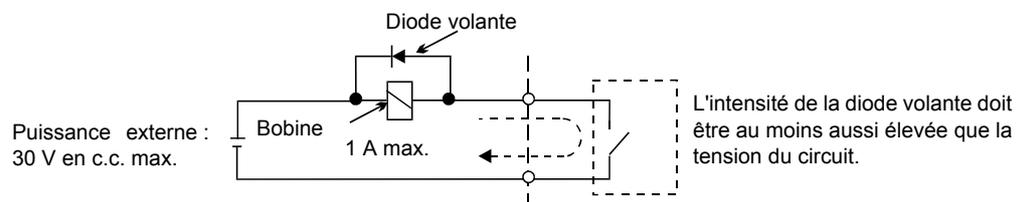

Fig. 2.12 Connexion de la diode volante
- \* 3. Lors de la manipulation d'une charge réactive, telle qu'une bobine de relais alimentée en c.c., toujours insérer une diode volante comme illustré à la Fig. 2.12.